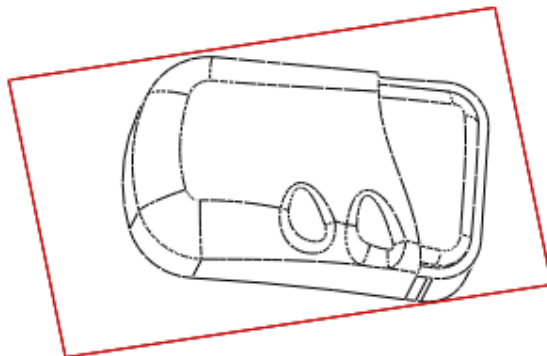

图 42-32
(3) 单击  按钮，完成草图绘制，返回特征操控板，调整材料拉伸方向，单击  按钮，完成特征建立，如图 42-32 所示。